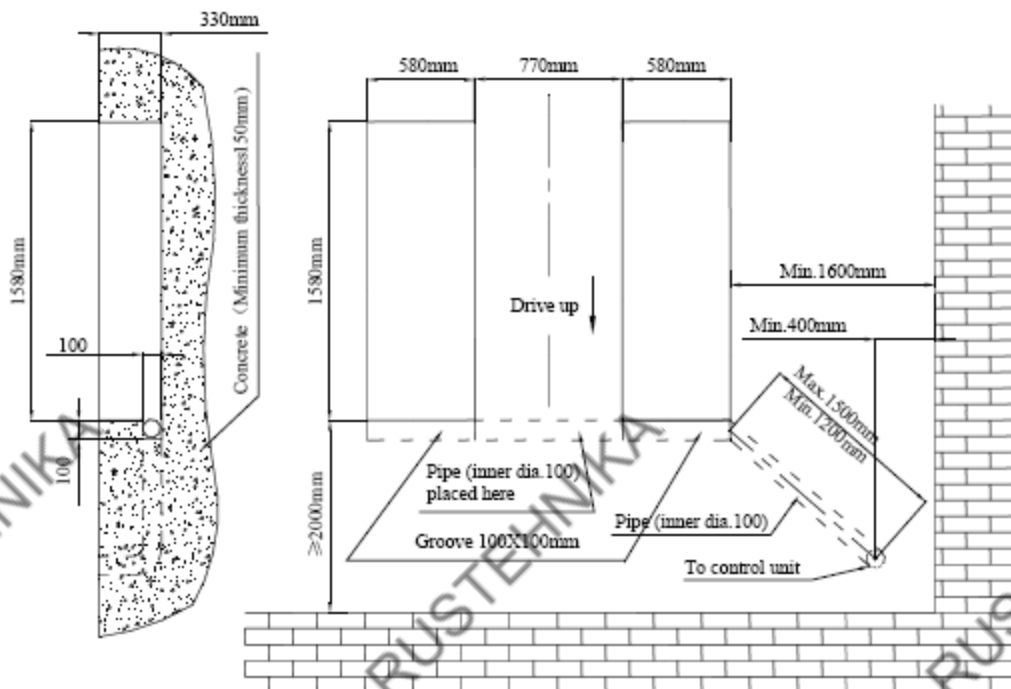

Рис.7
Подъемник должен быть смонтирован на специально подготовленное бетонное основание согласно схеме на рис.7. Пол должен выдерживать максимальные значения нагрузки в любых рабочих условиях. Расхождение по высоте между основаниями не должно превышать 3 мм, расхождение по высоте относительно краев основания не должно превышать 5 мм. Свежезалитый бетонный пол должен сохнуть в течение не менее 20 дней.
- Спланируйте расположения подъемника, учитывая направления заезда и схему подготовки основания (рис.7).